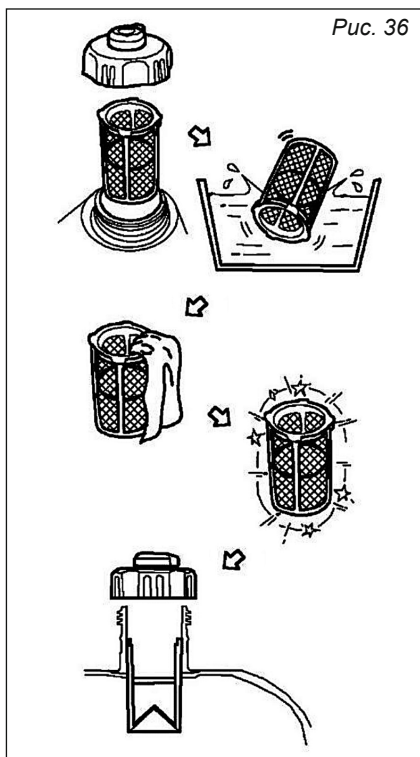

Рис. 36
9.6. Фильтр топливного бака (рис. 36)